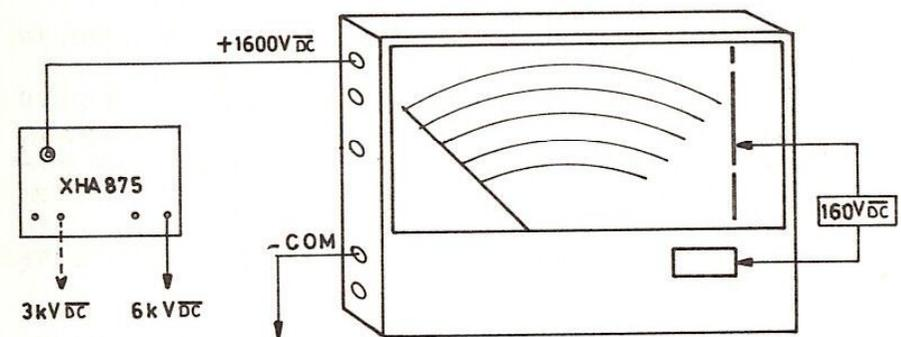

Fig. 7
- Effectuer le branchement conformément à la fig. 7, 6 KV ou 3 KV selon le cas.